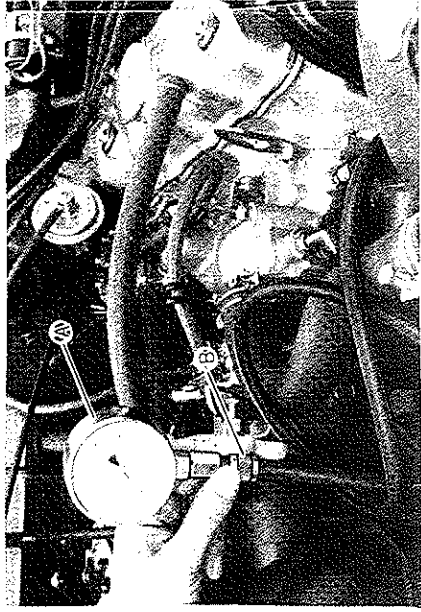

Fig. 3-155
- 2) Instale el medidor de vacío (vacuómetro) (A) , como se indica en la Fig. 3-155. Instale también un tacómetro de motor.